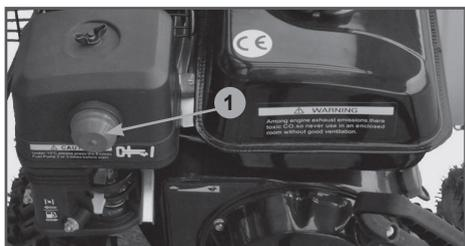

Рис. 25 Расположение ручного топливного насоса
6. Нажмите 3 раза на ручной топливный насос 1 (Рис. 25).